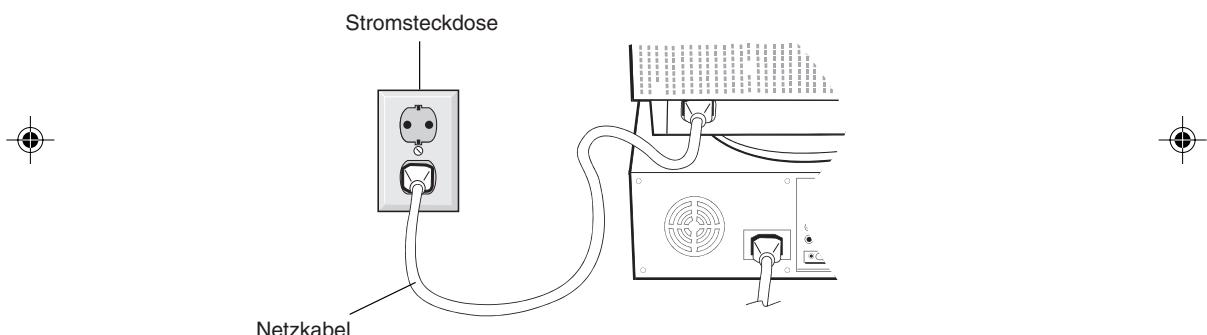

Abbildung C.1
4. Stecken Sie ein Ende des Netzkabels auf der Rückseite des Monitors und das andere Ende in die Steckdose ein (**Abbildung C.1**).